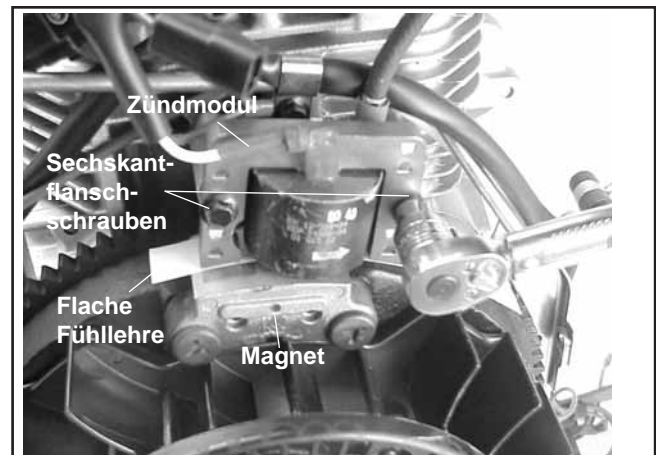

Abbildung 11-28. Zündmodul einbauen.
2. Führen Sie eine Fühllehre mit einer Stärke von 25 mm oder ein Beilagenblech zwischen Magnet und Zündmodul. Siehe Abbildung 11-28.